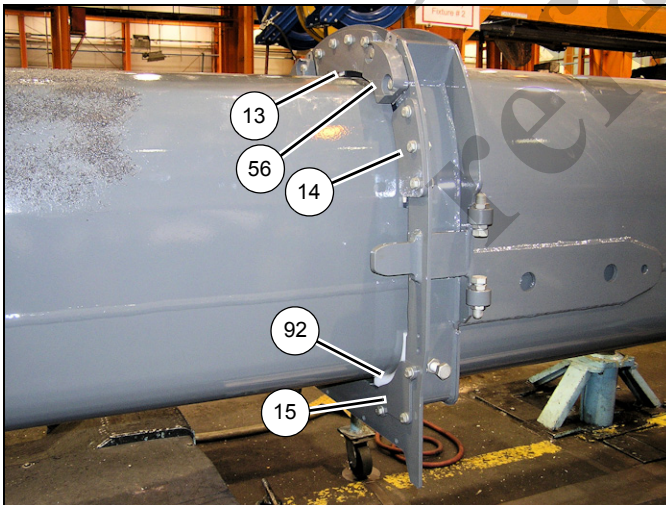

FIGURA 4-15
- 47. Extienda una cuarta parte de la sección telescópica 3 (4) fuera de la sección telescópica 2 (3).
- 48. Retire los dos pernos (58), las cuatro arandelas (16), las dos arandelas de seguridad (17) y las dos tuercas (18) que fijan el bloque de tope (56) a la parte delantera de la sección telescópica 2 (3) (lados izquierdo y derecho) (vea la Figura 4-15).
- 49. Retire los pernos (19), las arandelas planas (16), las arandelas de seguridad (17) y las tuercas (18) que fijan las placas retenedoras izquierda, derecha e inferior (2x-14, 13) a la parte delantera de la sección telescópica 2 (3) (vea la Figura 4-15).
- 50. Retire las almohadillas de desgaste inferiores delanteras (90, 91) y los suplementos (89) de la parte inferior de la sección telescópica 2 (3).
- 51. Utilice una eslinga y un elevador adecuados y eleve levemente la parte delantera de la sección telescópica 3 (4) para que se puedan retirar las almohadillas de desgaste de la parte delantera de la sección telescópica 2 (3).
- 52. Retire los tres pernos (19), las seis arandelas planas (16), las tres arandelas de seguridad (17) y las tres tuercas (18) que fijan la placa retenedora (15) a la parte delantera de la sección telescópica 2 (3) (lados izquierdo y derecho) (vea la Figura 4-15).
- 53. Retire los dos pernos (27) y las tuercas (28) que fijan la almohadilla de desgaste superior (92) a la parte delantera de la sección telescópica 2 (3) (lados izquierdo y derecho) (vea la Figura 4-15).
- 54. Retire la sección telescópica 3 (4) de la sección telescópica 2 (3) y coloque la sección telescópica 3 (4) en unos soportes adecuados.
- 55. Retire el conjunto de almohadilla de desgaste (94)/manguera de engrase (126, 79, 80, 77, 78) de la escuadra de fijación en cada lado de la parte trasera de la sección telescópica 3 (4).
- 56. Retire los dos pernos (83) y las arandelas de seguridad (72) que fijan el conjunto de almohadilla de desgaste (71) a cada lado de la parte inferior trasera de la sección telescópica 3 (4).
- 57. Retire los dos pernos (83) que fijan el conjunto de almohadilla de desgaste (82) a cada lado de la parte inferior trasera de la sección telescópica 3 (4).